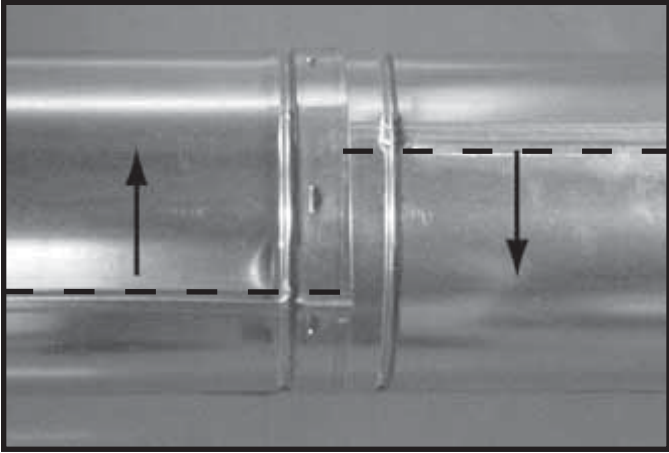
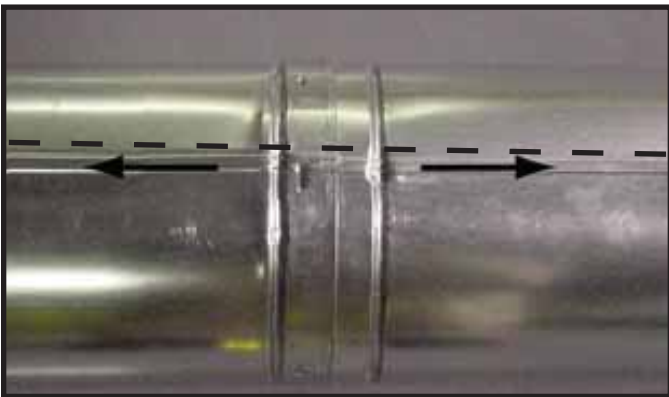

Figure 10.10 Tourner les joints pour les désassembler
Figure 10.11 Aligner et désassembler les sections du conduit d'évacuation
- Tourner l'une des sections (voir la Figure 10.10) de façon à ce que les joints des deux sections soient alignés (voir la Figure 10.11).